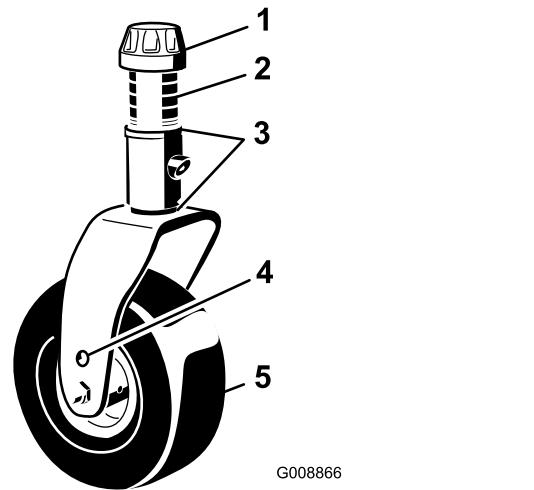

Figura 5
2. Coloque os eixos da roda giratória nos mesmos orifícios, em ambas as forquilhas da roda giratória. Consulte Figura 5 para determinar os orifícios corretos para a configuração.
- Retire a tampa de tensionamento do eixo rosado e desloque o fuso (Figura 5) para fora do braço da roda giratória. Coloque os dois calços (3 mm) no eixo, tal como se encontravam originalmente. Estes calços são necessários para atingir a mesma altura ao longo de toda a largura das unidades de corte. Desloque um número apropriado de cunhas de 13 mm para o eixo para obter a altura de corte desejada; em seguida, desloque a anilha para o eixo.